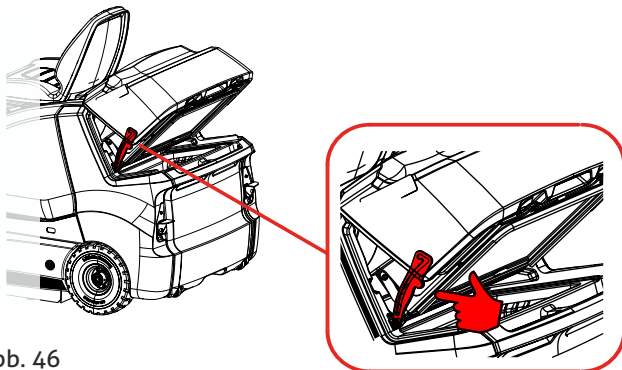

Abb. 46
- Filterdeckel zum Schließen leicht anheben und das Kulissenblech (arretiert den Filterdeckel) leicht nach hinten drücken (Abb. 46).